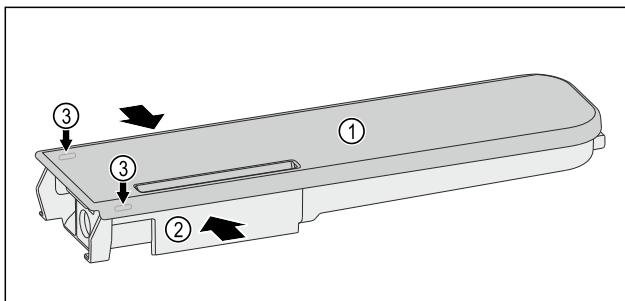

Fig. 140
- Стиснете резервоара за вода Fig. 140 (2) и внимателно откачете и изтеглете нагоре капака Fig. 140 (1) над фиксиращите палци Fig. 140 (3).
- Раздвижете капака Fig. 140 (1) леко напред-назад и го свалете нагоре.